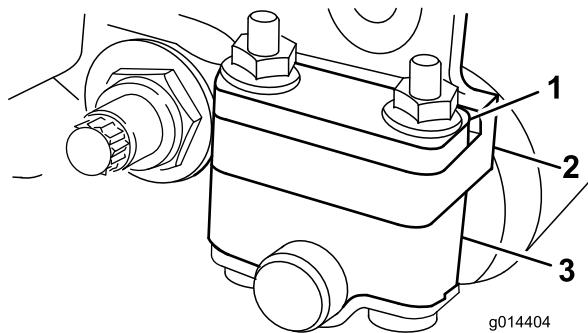
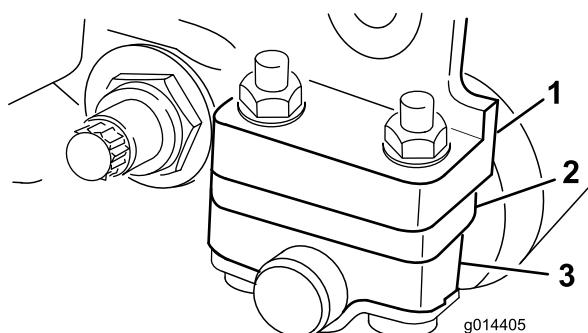

图6
图7
- 当剪草高度设置介于 1/8 至 1 英寸之间时将隔片放在侧板安装法兰的下方 图7。
4. 需要时将隔片放入滚筒支架上方或下方的螺丝上 图6 或 图7。
根据您想要的剪草高度范围需要将后滚筒支架 图6 或 图7 调整到较低或较高的位置
- 当剪草高度设置介于 1/16 至 1/4 英寸之间时将隔片放在侧板安装法兰的上方出厂设置 图6。